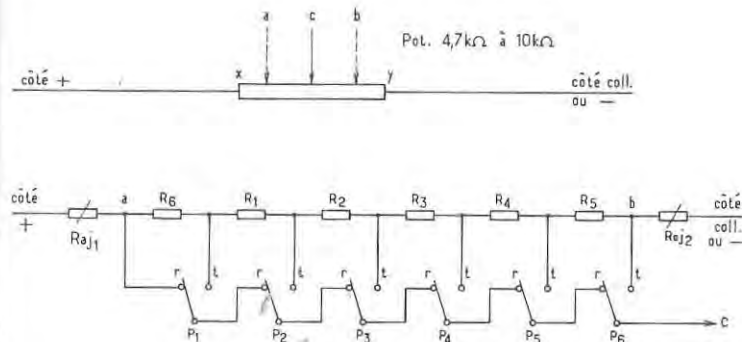

Fig. 11.9. - Modification d'un codeur à « potentiomètres ».
a) Le potentiomètre de voie est effectivement monté en potentiomètre (3 fils). C'est le cas des émetteurs à codeurs à transistors et des tous nouveaux codeurs à amplis OP (voir la **figure 11.9**). Le curseur du potentiomètre évolue normalement entre les positions a et b. Mesurer soigneusement à l'ohmmètre les résistances des sections xa, ab, et by. La somme des trois redonnant normalement la valeur du potentiomètre. Il faudra remplacer le potentiomètre par le montage à 6 poussoirs. Chaque résistance R est donnée par :